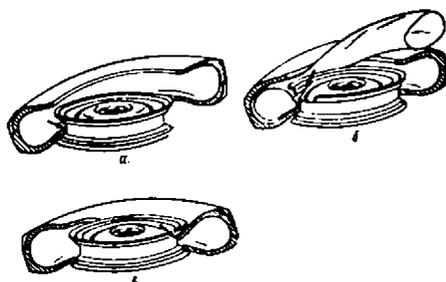

Рис. 87. Монтаж шины на колесо:
2. Положить покрышку на колесо так, чтобы серийный номер был сверху; с помощью монтажных лопаток надеть нижний борт покрышки на обод колеса и ввести ее в глубокую часть обода (см. рис. 87, а).
3. Ввести ventиль камеры в отверстие обода и аккуратно заправить камеру в покрышку (см. рис. 87, б).
5. Убедившись, что нижний борт покрышки находится в лубкой части обода колеса, надеть с помощью монтажных лопаток верхний борт покрышки на обод (см. рис. 87, в). Начинать заправку наружного борта покрышки следует со стороны, противоположной вентилю, и продолжать в обе стороны, приближаясь к нему. При этом необходимо следить за правильностью положения вентиля в отверстии обода, не допуская его перекосов.